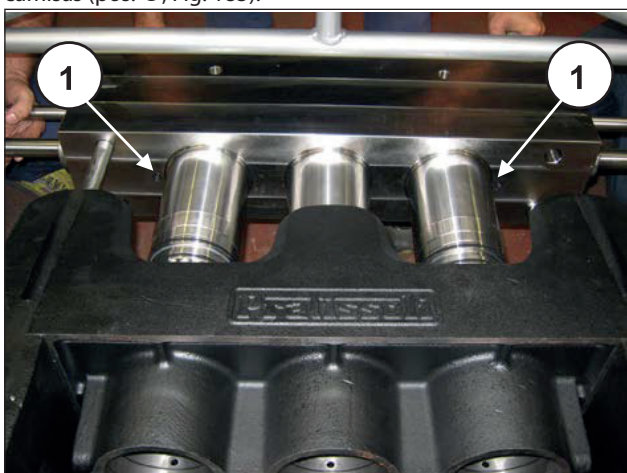
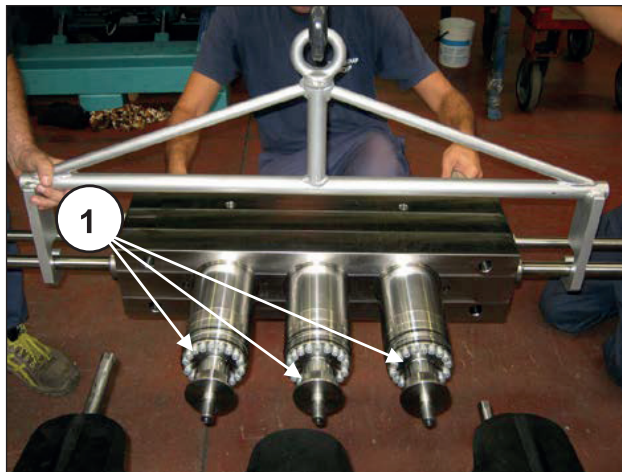

Fig. 184
Fig. 185
Para montar los componentes realizar la secuencia de operaciones anterior en orden contrario introduciendo el cabezal en el distanciador del cabezal fijado en el cárter con cuidado, sin dejar caer las juntas tónicas colocadas en la superficie de apoyo de la cabeza (pos. ①, Fig. 184). La cabeza se debe montar con los pistones dentro de las camisas (pos. ①, Fig. 185).